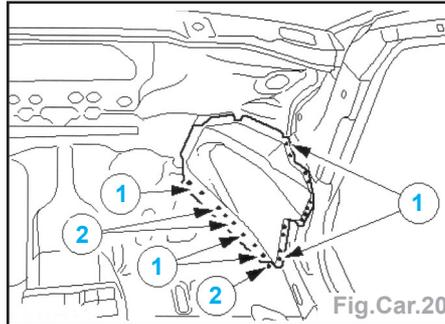

Fig.Car.20
- Fraiser les points de soudures (1) et (2) (2 épaisseurs) du renfort de tablier (Fig.Car.20).